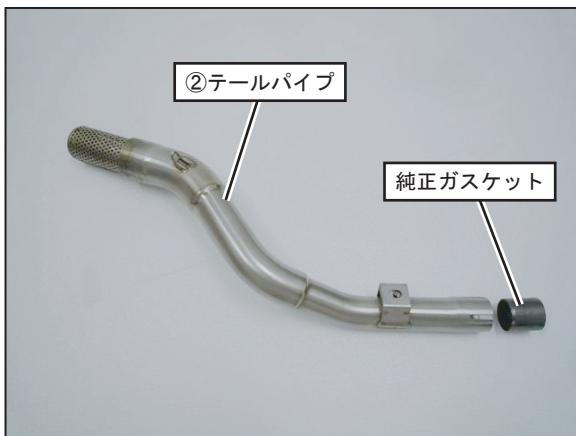

FIG. 4
6. ②テールパイプ前側に新品の純正ガスケットを取り付けて下さい。 (FIG. 4 参照)